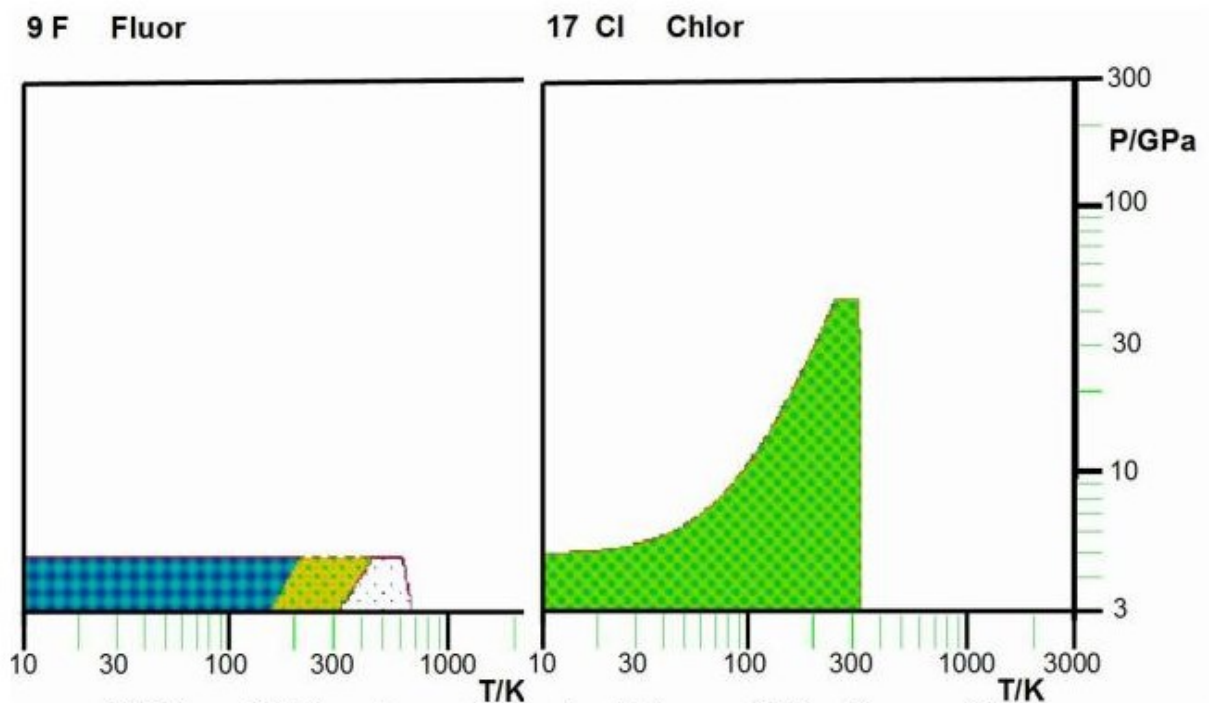

Abbildung 46: Was wissen wir von den Halogenen? Hier Fluor und Chlor
An das sehr giftige und aggressive Fluor (F) hat sich in den letzten Jahren niemand mehr herangewagt. Die alten Daten im Bild 46 aus den 80er Jahren reichen gerade mal bis 6 GPa.